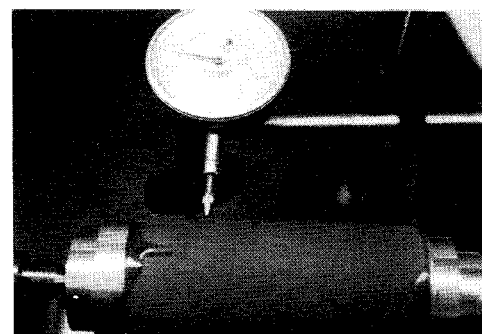

図 2-16
(4) 両センタで工作物を支持し、ダイヤルゲージで外周の振れを測定する (図 2-16)。